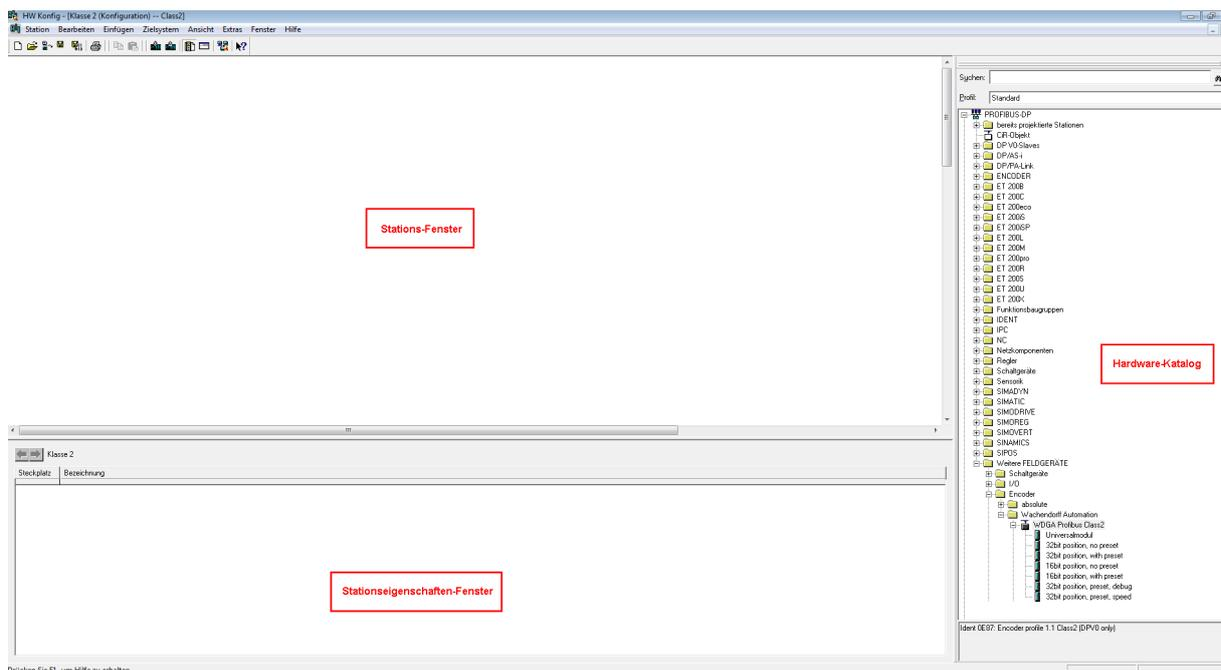

Abbildung 2.2: Hardware-Konfigurator – STEP 7
- Im "Hardware-Katalog" erscheint unter "PROFIBUS-DP", "Weitere Feldgeräte", "Encoder", "Wachendorff Automation", "WDGA PROFIBUS Class2", der WDGA-Drehgeber (siehe Abbildung 2.2).